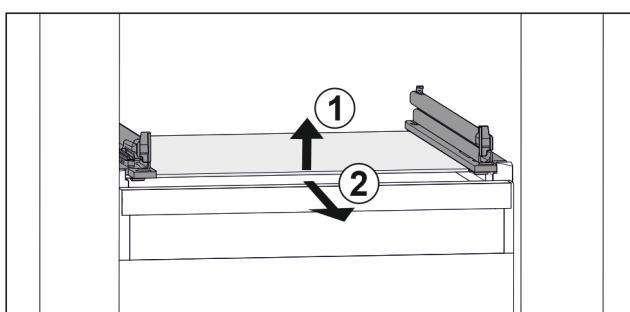

Fig. 78 Príklad zobrazenia sklenej dosky
- Nadvihnite sklenenú dosku vpred. Fig. 78 (1)
- Odoberte sklenenú dosku dopredu. Fig. 78 (2)